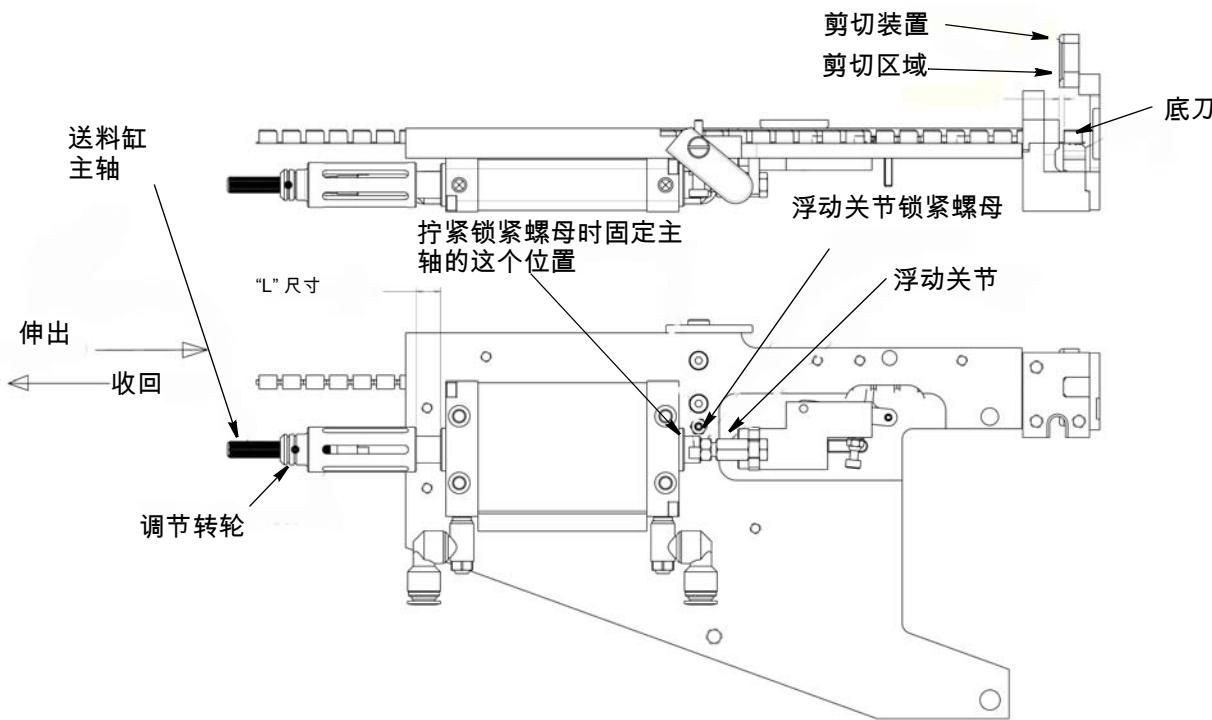

图 22
3. 如图 22 所示, 调节扭矩锁定六角螺母 (986965-7), 直至完成送料爪调节。
参见图 22。